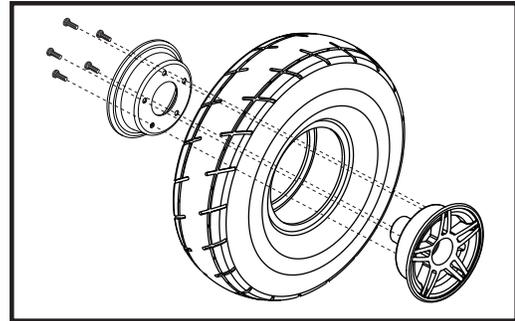

Figura 29. Ruota motrice della Jet 3 Ultra
6. Rimuovere le viti che fissano le due metà del bordo insieme. Vedere figura 29.